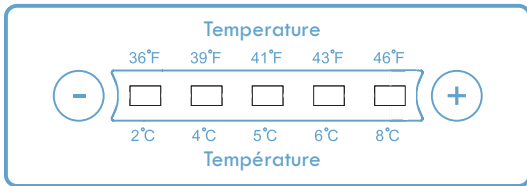

Fig.2.
- Il existe un panneau d'affichage numérique de température à l'intérieur de l'armoire de RÉFRIGÉRATEUR (voir Fig. 2). Les chiffres situés sur la ligne supérieure représentent les degrés en Celsius tandis que les chiffres situés sur la ligne inférieure représentent les degrés en Fahrenheit.
- La première fois que vous faites fonctionner l'appareil, veuillez sélectionner 2 °C/36 °F et laissez l'appareil en marche pendant au moins deux (2) heures avant d'y placer de la nourriture à l'intérieur. Ceci assurera que l'armoire de réfrigérateur est frigorifiée à fond avant d'y placer de la nourriture. Le réglage recommandé de l'usine est 4 °C / 39 °F.